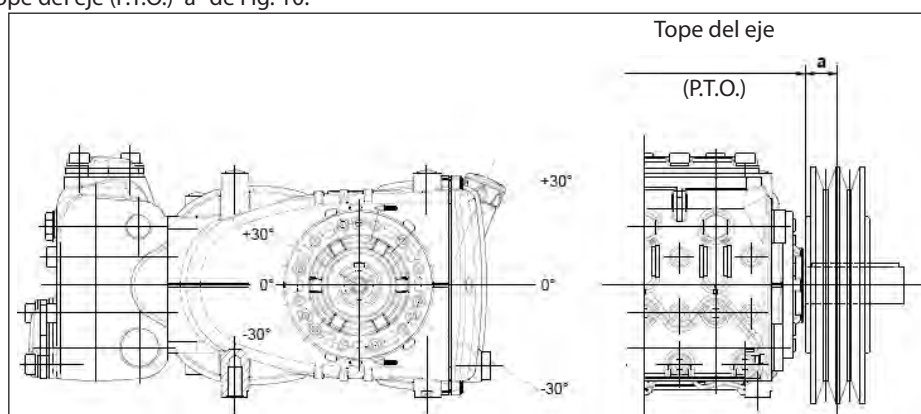

Fig. 10
La carga radial sobre el eje no debe ser superior a 3000 N (valor necesario para definir el Layout). La transmisión es considerada adecuada si tal carga es aplicada a una distancia máxima  $a = 30$  mm del tope del eje (P.T.O) como se indica en la Fig. 10.
- b) Utilizar correas de alto rendimiento –por ejemplo **XPB** en lugar de **SPB**– ya que resultará necesario una cantidad inferior de correas en paridad de potencia transmitida y una consecuente distancia inferior de la resultante con respecto al tope del eje (P.T.O.) “a” de Fig. 10.
- e) Seguir la dirección del tiro de la correa como se indica en la Fig. 10 para exigencias diferentes ponerse en contacto con la **Oficina Técnica** o el **Servicio de Asistencia al Cliente**.